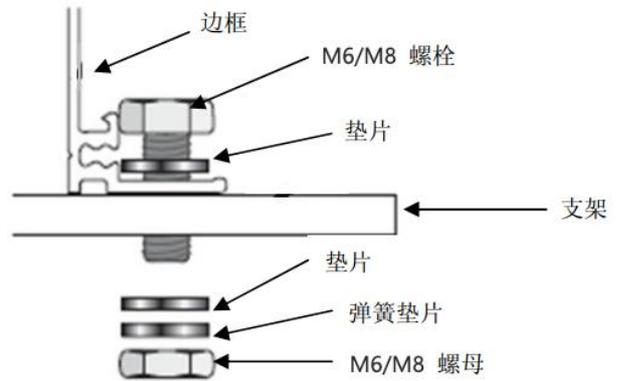

图 2 螺栓安装过程示意图
**！注意：**表 2 中安装图示红色实箭头表示螺栓位置。螺栓安装步骤如下所述（见图 2）。
- ① 将光伏组件置于底下的支撑柱之上。
- ② 在安装孔（9x14mm）中插入 4 个螺栓（M8）。400mm 间距安装孔大小为 7x10mm，需使用 4 个 M6 型螺栓。
- ③ 确保每个螺栓使用两个垫圈，支架上一边一个，垫圈的最小厚度为 1.5mm 且外径为 16~18mm，其中 2384\*1303mm 版型组件所用垫圈外径为 18~20mm；并且拧在一个弹簧垫圈或齿形锁紧垫圈之上。最后，用螺母锁紧。平垫片的公差要求均按照 GB /T 3103.3 - 2020 中 A 级标准。
- ④ M6 螺栓收紧扭矩建议为 9~12N•m，M8 螺栓收紧扭矩建议为 17~20N•m。由于螺栓材质可能存在差异，具体扭矩值以螺栓供应商确认信息为准。
- ⑤ 选用 30mm 高度边框组件时，建议选择长度 ≤20mm 的紧固件。
- ⑥ 安装紧固件材质选用 Q235B 或 SUS304，材质选型根据当地环境选择。